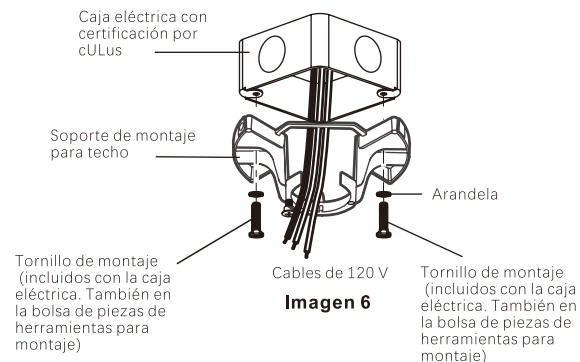

Imagen 6
Paso 3. Pase los cables de alimentación de 120 voltios desde la caja de salida del techo a través del centro del soporte de montaje techo. (Imagen 6)
Paso 4. Acople el soporte de montaje de techo a la caja de salida con los tornillos y arandelas incluidas en la caja de salida (Imagen 6) (También incluidos en la bolsa de piezas de herramientas para montaje.)